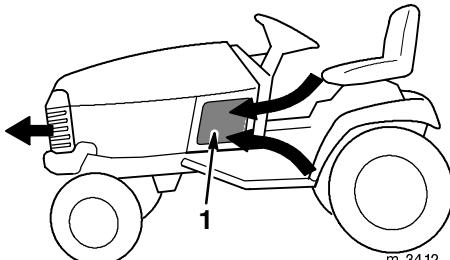

Abbildung 6
2. Die 3 Lufteinlasssiebe (Abb. 6) auf Fremdkörper untersuchen. Fremdkörper vor jedem Einsatz und/oder während des Einsatzes entfernen, wenn nötig.